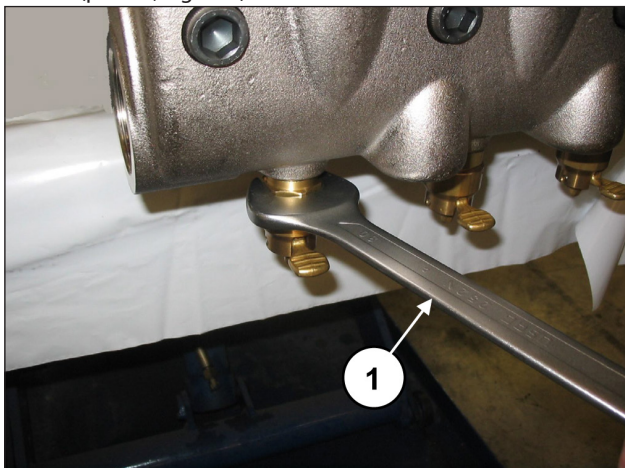

Fig. 103
Per l'estrazione dei gruppi valvola operare come segue: Svitare il dispositivo apertura valvole mediante chiave da 30 mm (pos. ①, Fig. 103).